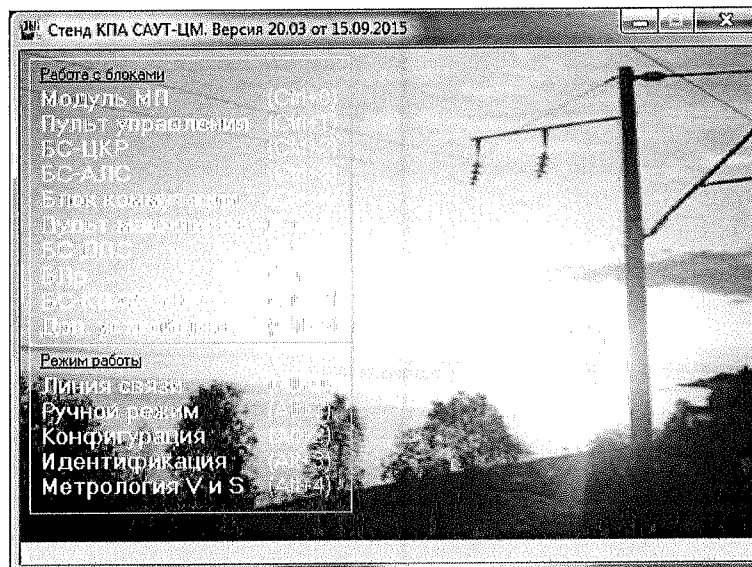

Рисунок 1.48
Включение аппаратуры производится установкой тумблера питания расположенного на БС-КПА/USB в положение ПИТАНИЕ 50 В ВКЛ и установкой тумблера САУТ-АЛС на ПУ, в положение САУТ. После включения аппаратуры необходимо запустить на ПК рабочую программу «Стенд КПА САУТ-ЦМ» активизацией файла Stand.exe (рисунок 1.48). Далее выбрать в главном меню «Режим работы» – «Ручной режим».
– перейти в режим «Работа с блоками» главного меню – «Модуль МП» (рисунок 1.48);
Выбрать «Режим работы» главного меню (рисунок 1.48) – «**Линия связи**» (откроется окно в соответствии с рисунком 1.2 – «Наблюдение за линией связи»).
В главном меню (рисунок 1.48) выбрать режим «Работа с блоками» – «Пульт управления». На вкладке «Сервис» (рисунок 1.19) в поле «Калибровка приемников» нажать кнопку «Запись». Подтвердить запись при появлении информационного окна. После завершения тестирования убедиться в его успешном завершении по информационному сообщению (рисунок 1.20).